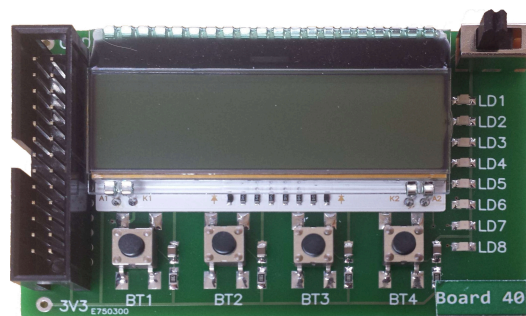

Figure 13 - Carte électronique boutons-LEDs-LCD [8]
- Une carte de contrôle à 4 boutons et 8 LEDs (Figure 13)